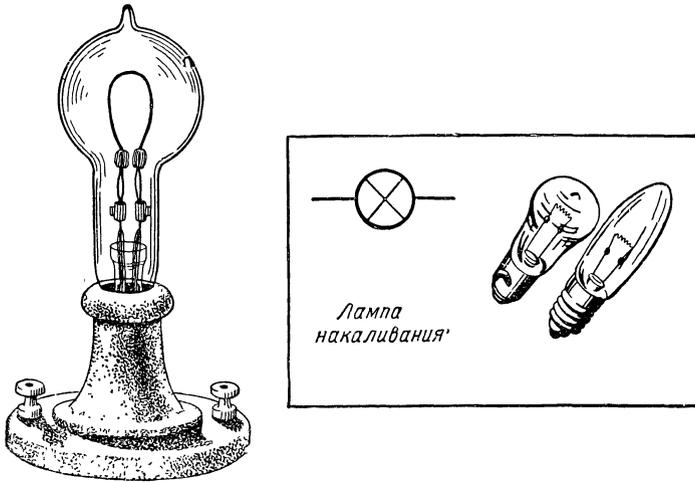

Рис. V.75. Первая электрическая лампочка Эдиссона, появившаяся в 1879 г. Справа — условное обозначение осветительных ламп накаливания.
**Использование лампы накаливания для получения света.** Выше упоминалось, что лампа накаливания представляет собой источник света, в котором световой поток получается за счет нагрева нити накала, помещенной внутри стеклянного баллона. Первая пригодная для практического использования лампа накаливания была создана Эдиссоном в 1879 г.\* Лампочка Эдиссона содержала угольную нить, находящуюся внутри откачанного и герметизированного стеклянного баллона (рис. V.75).